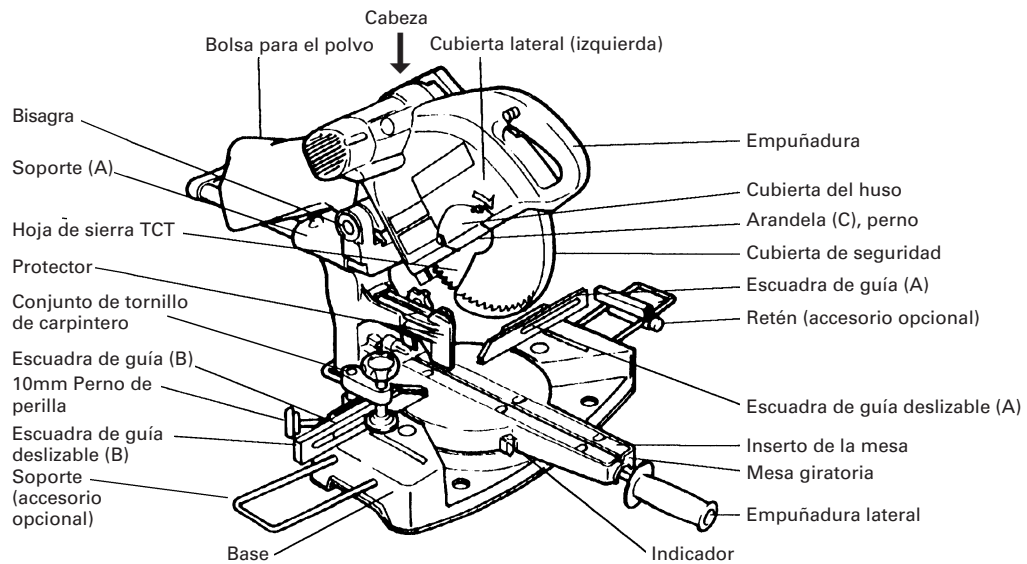

Fig. 1
- ① Soporte de extensión y retén (Fig. 1) (Núm. de código: 998866)
- ② Hoja de sierra de 255 mm (10"), hoja de sierra TCT (Núm. total de dientes: 72) (Núm. de código: 725206)
- ③ Conjunto de tornillo de carpintero (A) (Núm. de código: 308394)